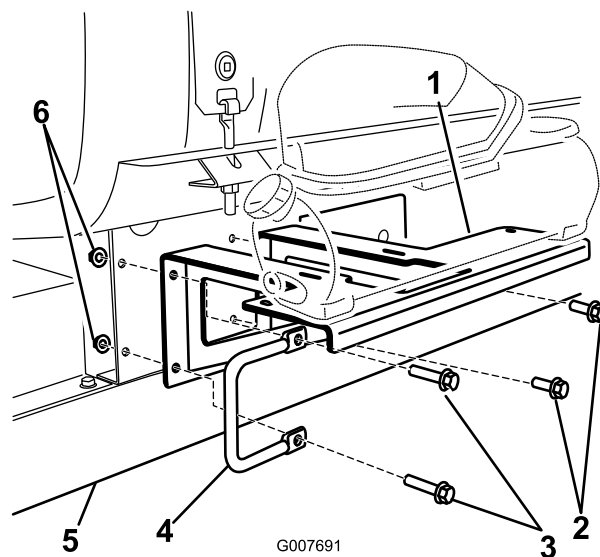

図 6
3. 付属部品のボルト (3/8 x 1-1/4 インチ) (2本)、ワッシャ (3/8 インチ) (2枚)、フランジ・ナット (3/8 インチ) (2個)、および先ほど外した左ハンドルとその取り付け金具を利用して、ブラケットをフレームに取り付ける (図 6)。